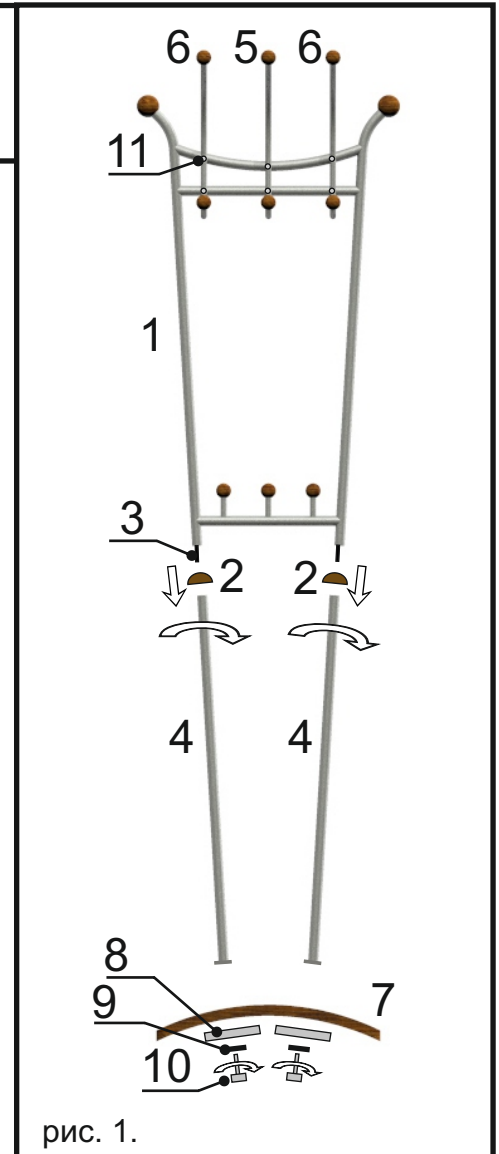

рис. 1.
1. Вкрутите **шпильки М8 (3)** в нижние окончания **верхней части (1)**
2. Накиньте на **нижние стойки (4)** **деревянные заглушки (2)**, так чтобы заглушки опустились на шайбы **стоек (4)**.
3. Вкрутите **стойки нижние (4)** в **верхнюю часть (1)**.
4. Прикрутите **основание деревянное (7)** к получившейся конструкции. При помощи **болтов (10)**, **гроверной шайбы (9)** и **утяжелителя (8)** см. рис. 1.